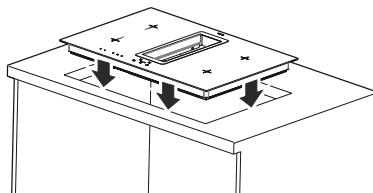

Fig. 10
- 5.** ▶ Placera hällen i det utsågade hålet (Fig. 10).